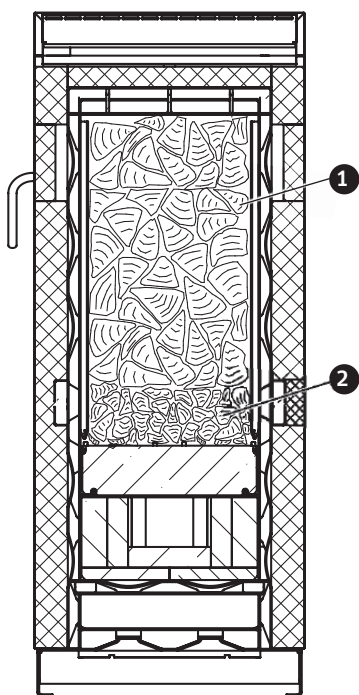
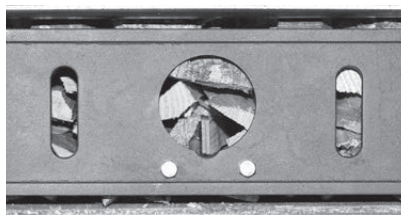

Fig. 46 Sezione della camera di riempimento
Fig. 45 Legna in ceppi introdotta correttamente davanti all'apertura di accensione
- **Introdurre** dapprima **ceppi di legna** piccoli, poi più grandi, nel senso della lunghezza e riempire la camera di riempimento secondo il fabbisogno – Fig. 46. Prima di chiudere lo sportello di accensione controllare che la legna si trovi direttamente davanti all'apertura di accensione – Fig. 45.